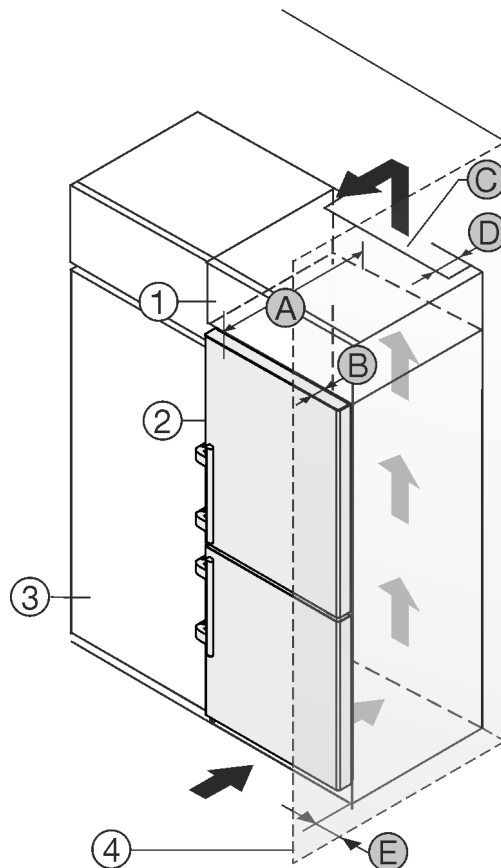

Fig. 2
- (1) Nastavná skříňka *
- (2) Přístroj *
- (3) Kuchyňská skříň *
- (4) Stěna *
- (5) Hloubka přístroje *
- (6) Hloubka dvířek *
- (7) Ventilační průřez *
- (8) Vzdálenost zadní strany přístroje *
- (9) Vzdálenost ke straně přístroje *
Můžete přístroj nainstalovat přímo vedle kuchyňské skříňky *Fig. 2 (3)**.
Na zadní straně nastavné skříňky musí být větrací šachta hluboká *Fig. 2 (D)* přes celou šířku nastavné skříňky.*
Pod stropem místnosti musí být dodržen ventilační průřez *Fig. 2 (C)**.
Když přístroj instalujete závěsy vedle stěny *Fig. 2 (4)*, musí být vzdálenost mezi přístrojem a stěnou minimálně 57 mm . To odpovídá přesahu madla při otevřených dveřích.*
Aby bylo možné dvířka plně otevřít, musí přístroj přesahovat o hloubku dvířek *Fig. 2 (B)* vůči přední linii kuchyňské skříňky. V závislosti na hloubce kuchyňských skříněk *Fig. 2 (3)* a použití vymezovačů odstupu od stěny může přístroj vyčnívat dále.*